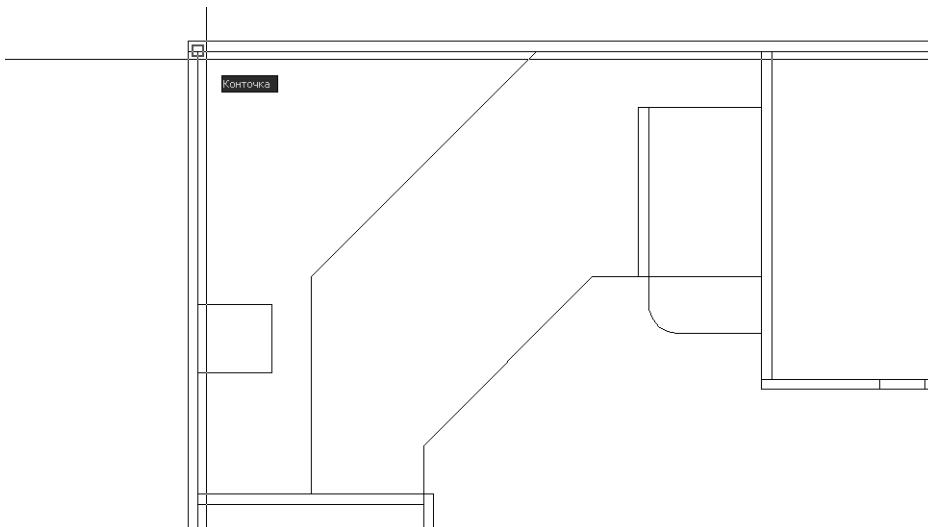

Рис. 5.5 ▶ Выбор базовой точки, от которой будет отсчитываться смещение в режиме **Смещение** (Snap From)
2. Включите режим привязки **Конточка** (Endpoint) и выберите в качестве базовой точку, показанную на рис. 5.5.